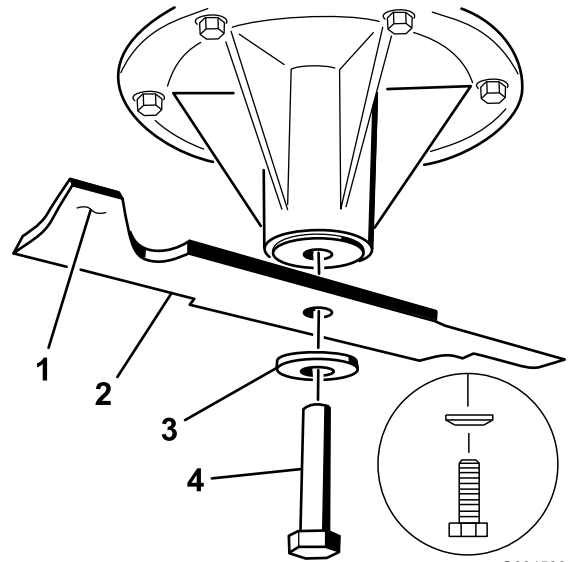
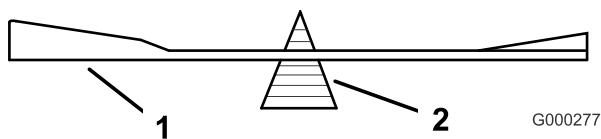

Bild 99
Bild 101
2. Entfernen Sie die Messerschraube, Wellenscheibe und das Messer von der Spindelwelle (Bild 99).
- Überprüfen Sie die Auswuchtung des Schnittmessers auf einer Ausgleichsmaschine (Bild 101). Wenn das Schnittmesser in seiner horizontalen Position bleibt, ist es ausgewuchtet und kann wiederverwendet werden. Feilen Sie, wenn das Schnittmesser nicht ausgewuchtet ist, vom Flügelbereich des Messers etwas Metall ab (Bild 99). Wiederholen Sie diesen Vorgang, bis das Messer ausgewuchtet ist.